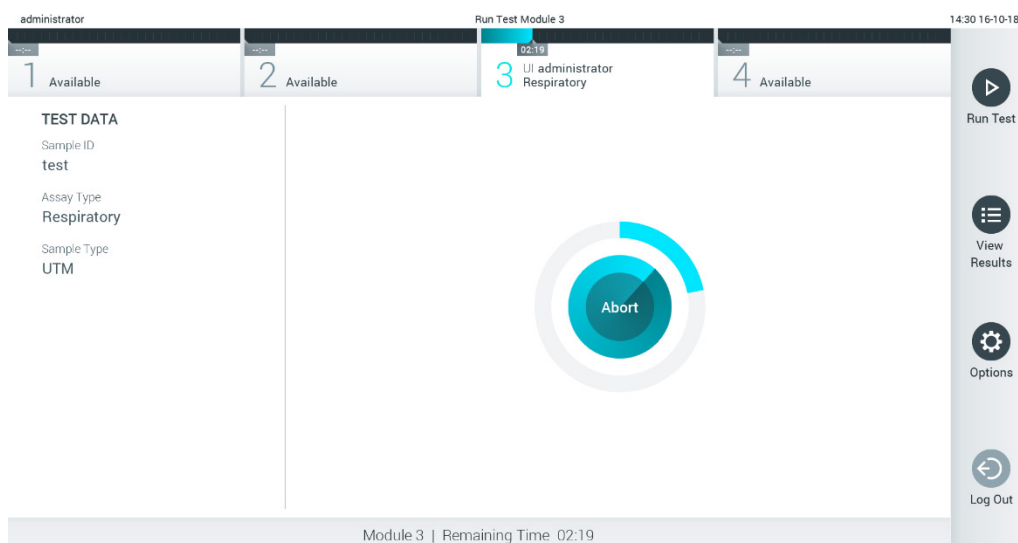

図 28. 検査の実行と検査残り時間の表示。
9. 検査の実行中は、検査残り時間がタッチスクリーンに表示されます (図 28)。